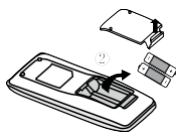

Fig.1
1. Ridicați capacul în direcția săgeții (așa cum se arată în Fig 1 ①).
2. scoateți bateriile originale (așa cum se arată în Fig 1 ②).